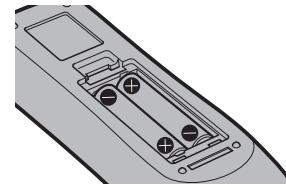

Abb. 2
- 2) Legen Sie die Batterien ein und schließen Sie den Deckel (legen Sie zuerst die **+**-Seite ein). (Abb. 2)